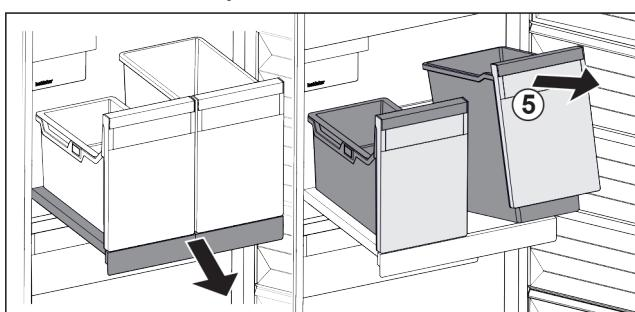

Fig. 104
- Приподнимите контейнеры Fig. 104 (5) спереди.